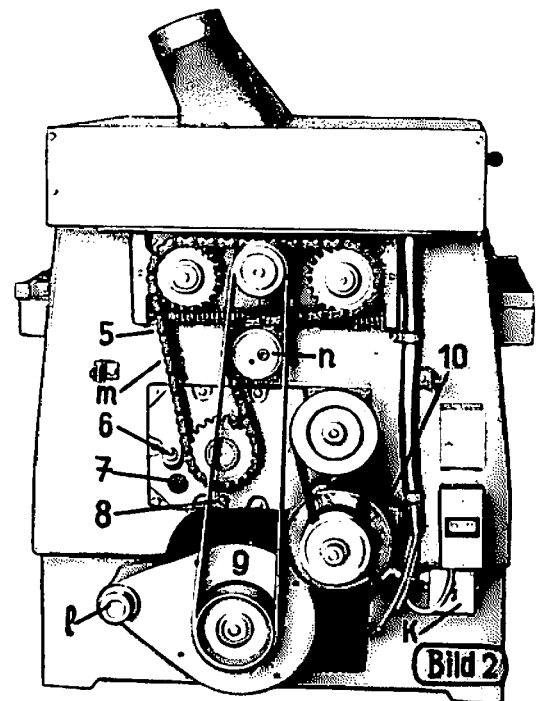

Bild 2
Nach jedem Verstellen der Vorschubwalzen prüft man die Spannung der Vorschubkette m (Bild 2). Nötigenfalls reguliert man die Spannung der Kette mittels der Inbusschraube n (Bild 2) im Kettenspannrad.
- 5 (Bild 2) Wöchentlich einige Tropfen Öl auf die Kette auftragen.
Etwa vierteljährlich den Ölstand im Schauglas 7 (Bild 2) kontrollieren. Bei stehendem Vorschub soll der Ölstand etwa bis zur Mitte des Schauglases reichen. Bei Bedarf nachfüllen.
Nach etwa 1 Jahr (bei geringer Benutzung der Maschine nach 2 Jahren) das gesamte Öl durch die Ölablaßschraube 8 (Bild 2) ablassen und neues Getriebeöl bis zur Mitte des Schauglases auffüllen. Ein weiterer Ölwechsel ist dann später nicht mehr erforderlich.
- 4.) Sechskantschraube wie auf Bild 2 sichtbar entfernen.